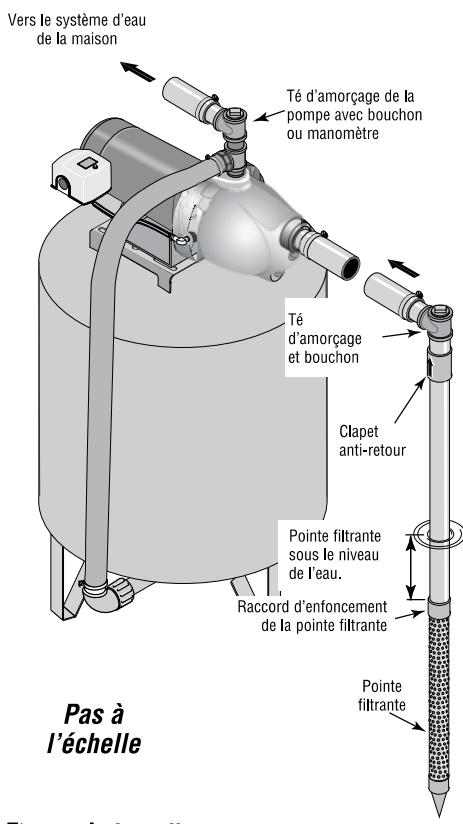

Figure 1: Installation avec une pointe filtrante
INSTALLATION DE LA POINTE FILTRANTE (Figure 1)
- 3 ° Utiliser le moins possible de raccords (en particulier des coude) lorsque l'on branche la tuyauterie de la pointe filtrante sur l'orifice d'aspiration de la pompe. Le diamètre du tuyau d'aspiration doit être au moins aussi grand que le diamètre de l'orifice d'aspiration de la pompe (y compris le clapet anti-retour si la pompe n'en comporte pas un - voir la Figure 1). Supporter le tuyau de façon qu'il ne soit pas cintré afin qu'il n'exerce pas de contraintes sur le corps de la pompe; de plus, il doit être légèrement incliné vers le haut, du puits jusqu'à la pompe (les points hauts risquent de causer des poches et des bouchons d'air dans la pompe). Rendre étanches les raccords du tuyau d'aspiration avec du ruban d'étanchéité en PTFE pour filetage. Les raccords doivent être étanches à l'air et à l'eau. *Si le tuyau d'aspiration aspire de l'air, la pompe ne pompera pas l'eau du puits.* Si une pointe filtrante ne fournit pas suffisamment d'eau, considérer brancher deux ou trois pointes filtrantes sur un même tuyau d'aspiration.